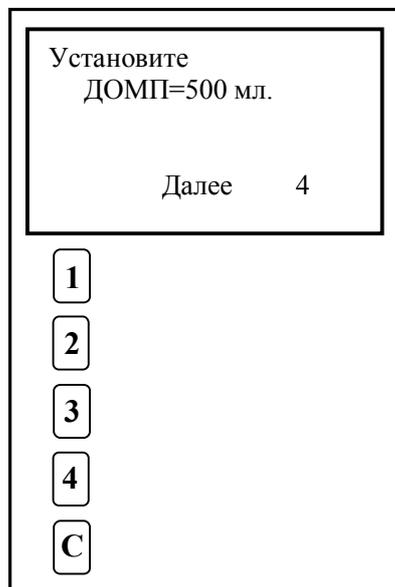

Рисунок 14
14.1 Включите блок управления, на дисплеи появиться надпись, сигнализирующая о необходимости перевести ручную заслонку в положение 500 (ДОМП 500 мл). После переведения заслонки в соответствующее положение нажмите клавишу «4» (Рис. 14).